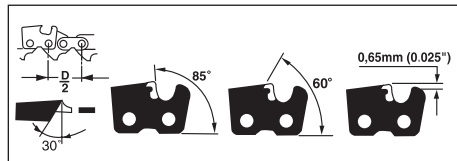
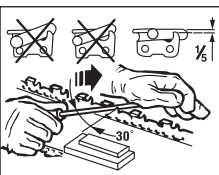

рис. 21
рис. 22
**ЗАТОЧКА ЦЕПИ** — шаг звеньев цепи (рис. 21) составляет 3/8" LoPro x 0,050".
Заточку цепи проводите в защитных перчатках с помощью круглого напильника 05/32" (4 мм). Всегда затачивайте режущие кромки только движениями наружу (рис. 22) с учётом значений, приведённых на рис. 21.
Через каждые 3-4 заточки необходимо проверить высоту ограничителя глубины резания и, при необходимости, подпиливать их плоским напильником с помощью шаблона (не входит в комплект), затем контролировать передний угол. (рис. 22)